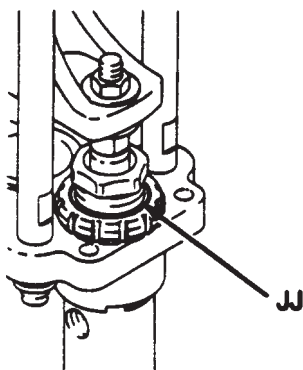

Abb. 15
Bei allen Dosierpumpen die Halspackungsmuttern (JJ) stets mit GRACO TSL-Flüssigkeit gefüllt halten, damit kein Material an den Kolbenstangen antrocknen und die Pumpenpackungen beschädigen kann. Siehe Abb. 15.